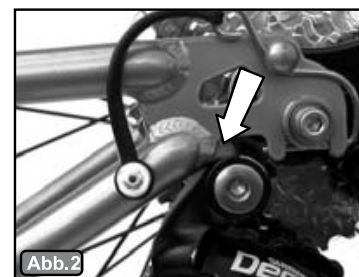

Abb. 2
- Die seitliche Drehbewegung der Deichsel bei den Modellen YAK und IBEX ist auf etwa 20 Grad zu beschränken, damit die Gangschaltung nicht berührt und dadurch die Halterung nicht verbogen wird (Abb. 2). Dies könnte geschehen, wenn große, umgefallene Bäume überfahren werden, wenn Fahrrad und Anhänger hochgehoben werden oder eventuell auch bei Verwendung der „Park-Funktion“ (Abb. 31). Prüfen Sie vor Fahrtantritt den Abstand zwischen der Gangschaltung und dem Anhänger.